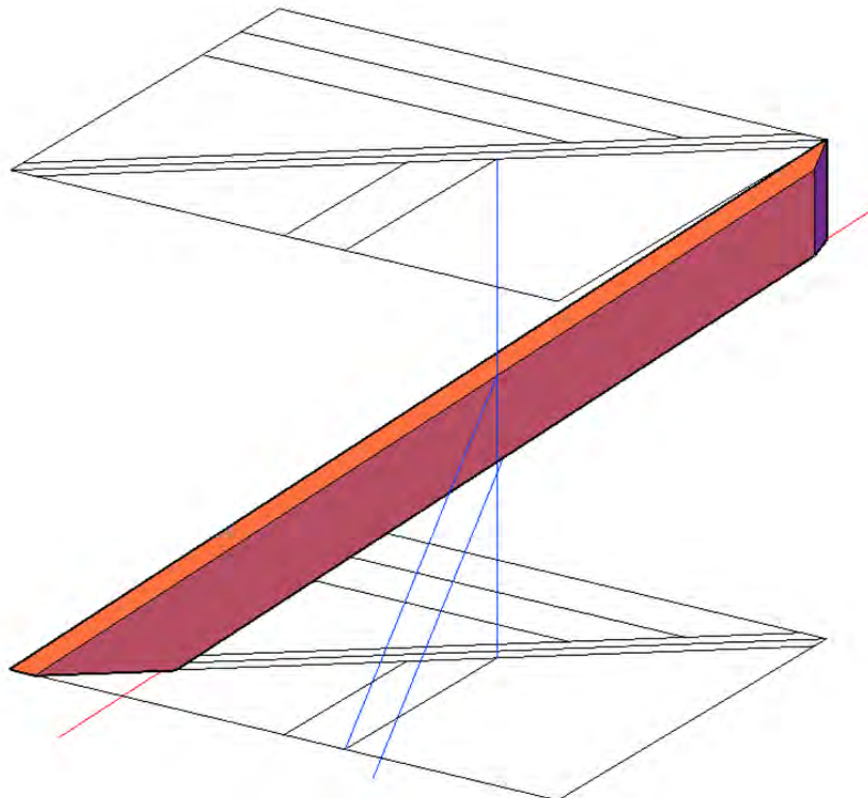

Figur 7: Navngiv UCS'et
- Husk at navngive UCS'et hver gang du har lavet et nyt (højreklik på UCS iconet – se evt. Figur 7, side 15)